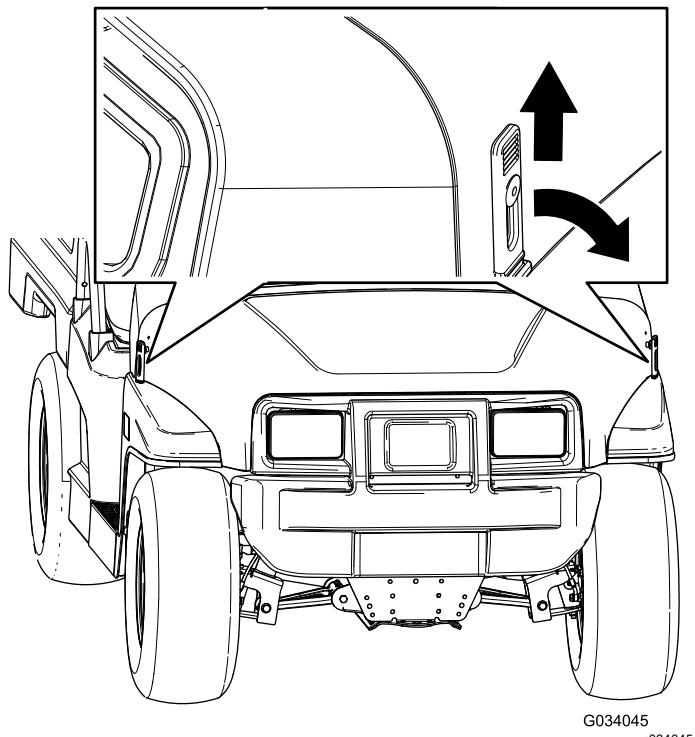

Bild 40
1. Heben Sie den Hebel der Gummiriegel an jeder Seite der Motorhaube an (Bild 40).